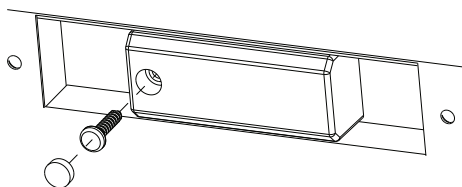

FIG. 4
4. Fixer le capteur avec la vis autotaraudeuse fournie avec le capteur. Une fois la vis fixée, apuchon en silicone fourni (voir Fig. 4).